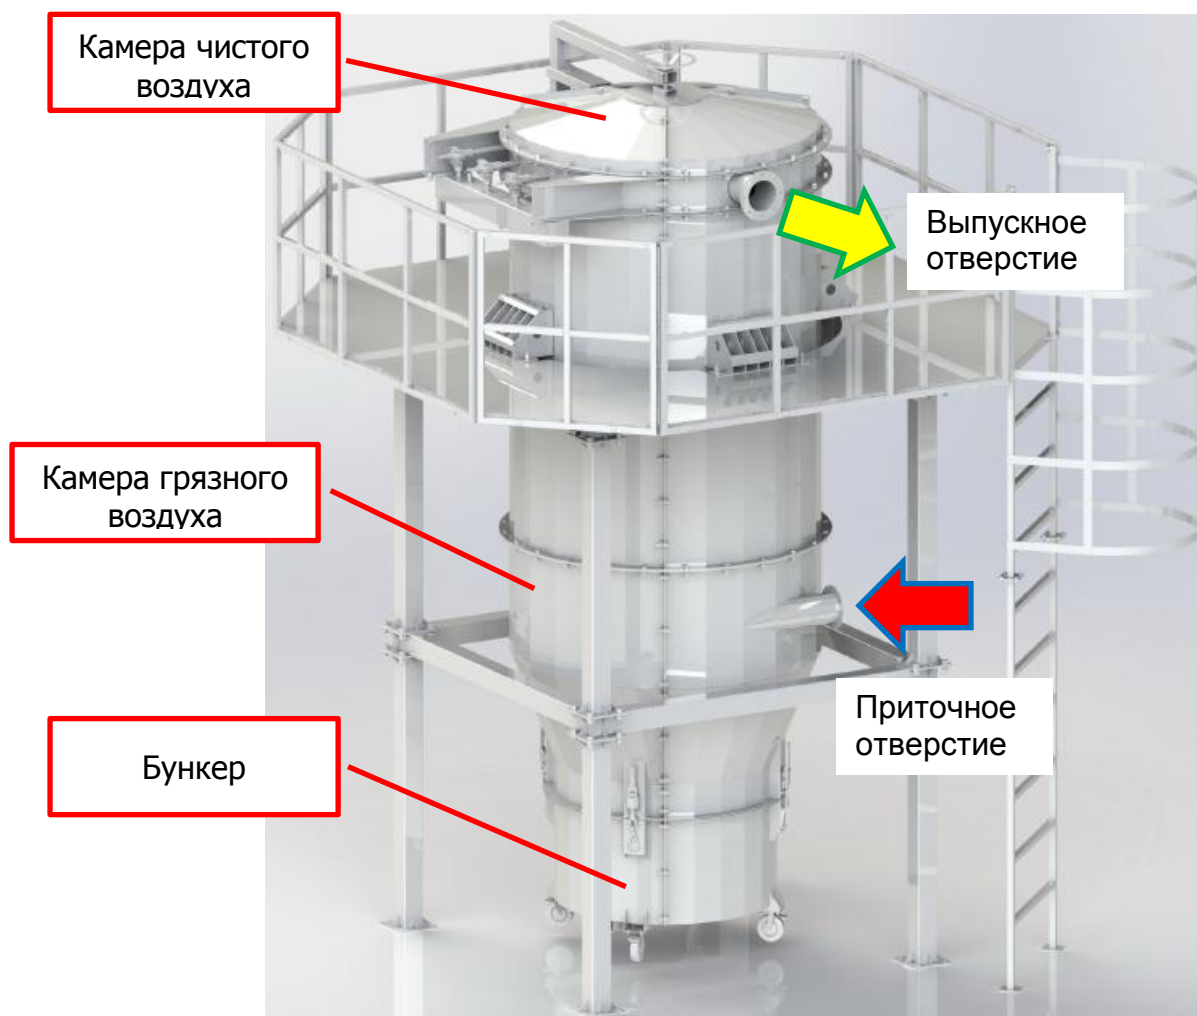

Рисунок 2 –Установка BDC–7 Пылесос.
- отсутствие препятствий для доступа к входному фланцу (приточному отверстию) камеры грязного воздуха, к фланцу (выпускному отверстию) камеры чистого воздуха и к бункеру, для его выкатывания при заполнении (см. Рисунок 2);